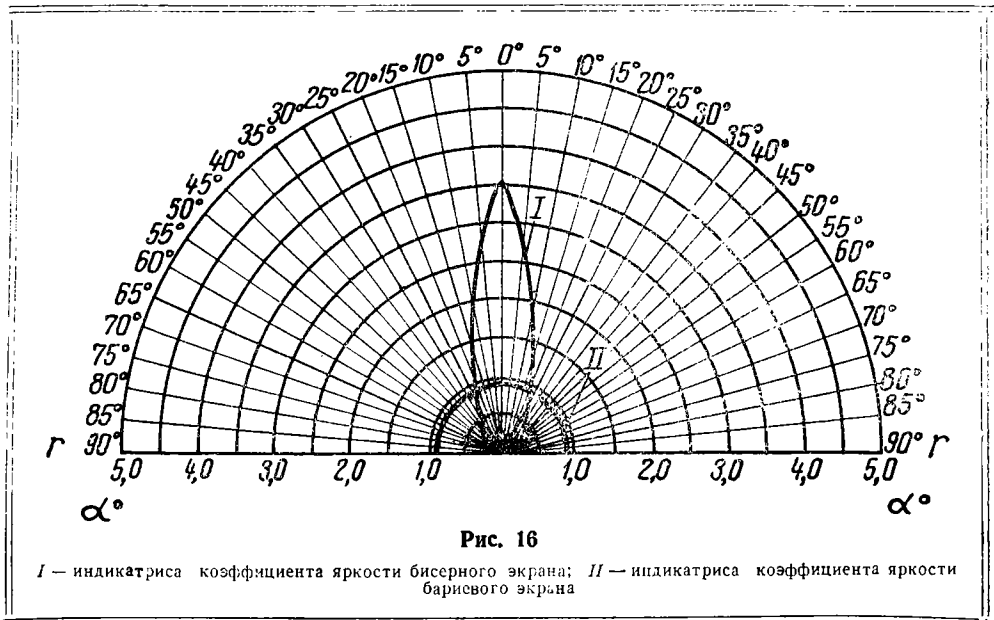
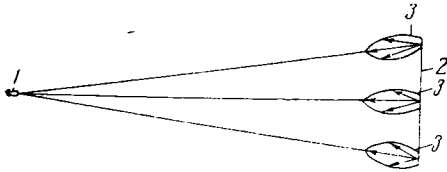

Рис. 16
Рис. 17
**Направленно-рассеивающий бисерный экран.** Направленно-рассеивающий бисерный экран, иногда называемый жемчужным, представляет собой белую диффузно-рассеивающую поверхность с наклеенными на нее стеклянными шариками диаметром 0,15—0,25 мм. Бисерный экран отражает свет в пределах меньшего угла, чем диффузно-рассеивающий. Индикатриса коэффициента яркости бисерного экрана дана на рис. 16, схема отражения света бисерным экраном — на рис. 17.
Из рис. 17 видно, что максимум коэффициента яркости у бисерного экрана направлен не так, как у алюминированного (согласно законам направленного отражения), а в сторону источника света, в данном случае в сторону проекционного объектива. Благодаря этому яркость бисерных экранов представляется зрителям более равномерной, чем яркость плоских алюминированных экранов. Благодаря тому же свойству бисерных экранов при установке необходимо обеспечить лишь перпендикулярность их плоскости к оптической оси проекционного объектива, и для дости-